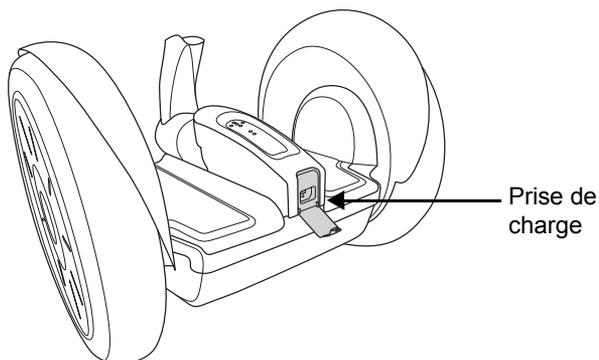

Figure 20. Ouverture de la prise de charge
2. Ouvrez la prise de charge à l'arrière de la console du Segway TP (voir la **Figure 20**).